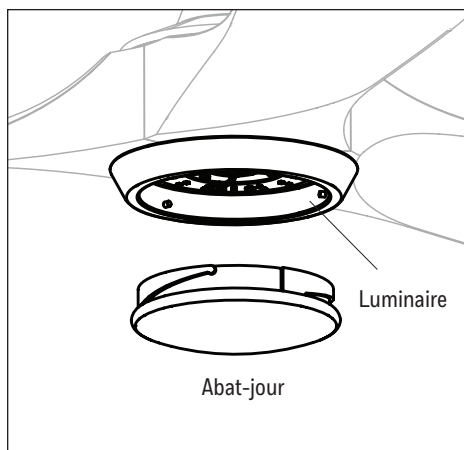

Figure 5.6
6. Fixez l'abat-jour au luminaire en tournant l'abat-jour dans le sens des aiguilles d'une montre jusqu'à ce qu'il soit fermement fixé au luminaire (Figure 5.6).